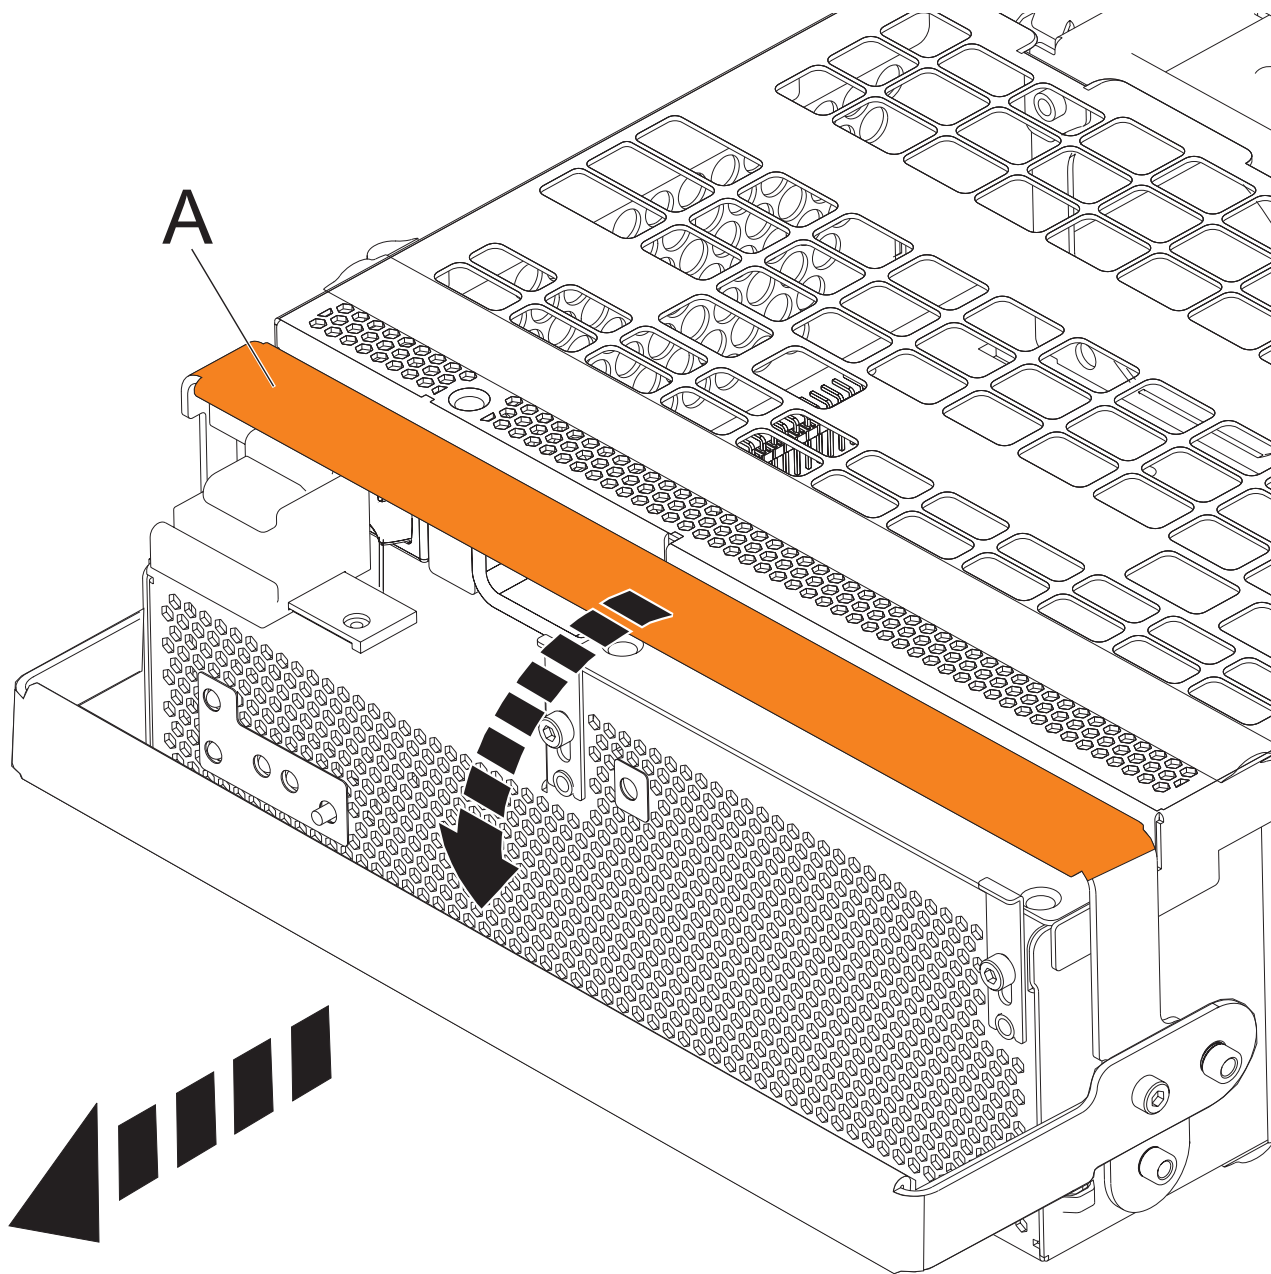

Figura 55. Extracción de los conjuntos de convertidor fuera de línea (OCA)
- a. Tire del asa del OCA (A) completamente hacia abajo hacia la dirección que se muestra, para sacar el OCA de su sitio. Consulte Figura 55 en la página 71.